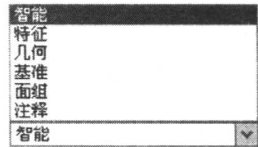

图 1-3 选择过滤器
(7)选择过滤器 位于主窗口的右下角，使用该栏相应选项，可以有目的地选择模型中的对象，如图 1-3 所示。不同模块、不同工作阶段过滤器下拉列表中的内容有所不同。